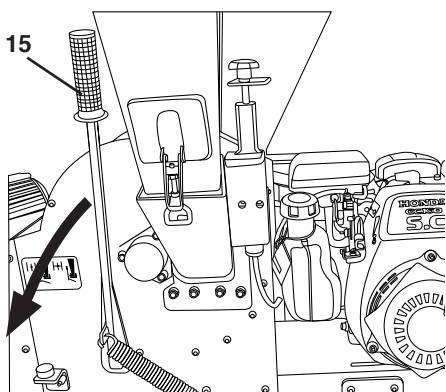

Figure 11
Pour cela, tourner le levier de réglage latéral (15) vers le bas (voir « Figure 11 »).